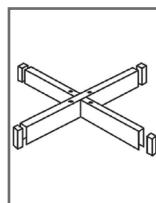

рис.1
6.1 Соберите основание, соединив 2 части. Установите на торцы основания ножки (рис. 1).